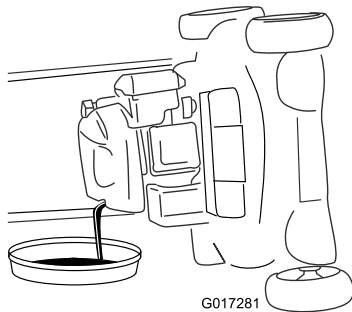

Figure 31
6. Retirez la jauge et laissez l'huile usagée s'écouler dans un bac de vidange (Figure 31).